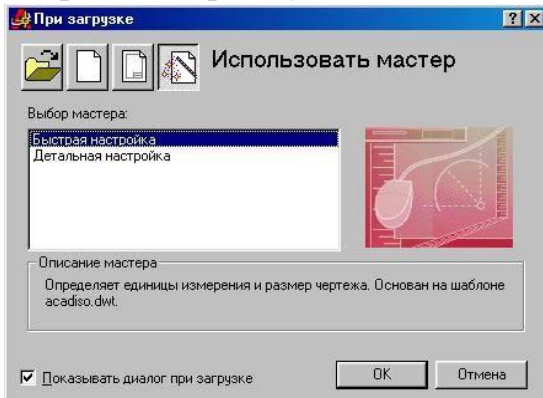

Рис. 1
2. Выберите пункт **Использовать мастер (Use Wizard)/Быстрая настройка (Quick Setup)** и нажмите кнопку **OK** (рис. 1).